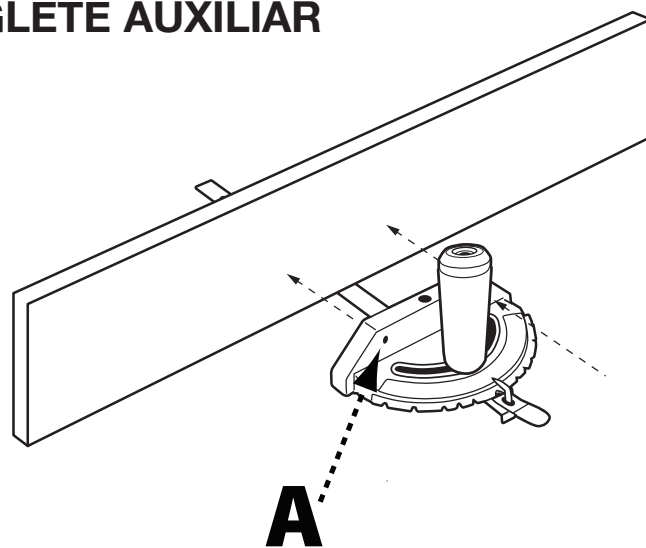

FIGURA 30
Este refrentado de madera auxiliar puede sujetarse a la parte frontal de la galga de inglete usando dos tornillos para madera a través de los orificios (A) proporcionados en el cuerpo de la galga de inglete y hacia el refrentado de madera. Vea la Figura 30. Asegúrese de que los tornillos sean suficientemente largos para asegurar el refrentado, pero que no sobresalgan de la madera.